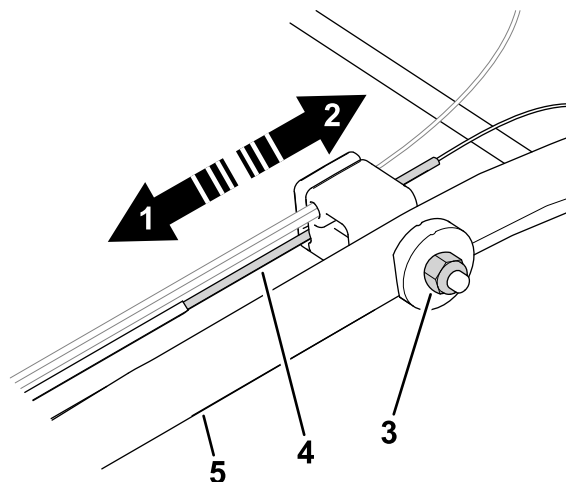

図 23
- 調整ナットを左に回してケーブルの調整をゆるめる 図 23。
- ケーブル 図 23 を押し引きして適当な位置に調整できたら、その位置に保持する。